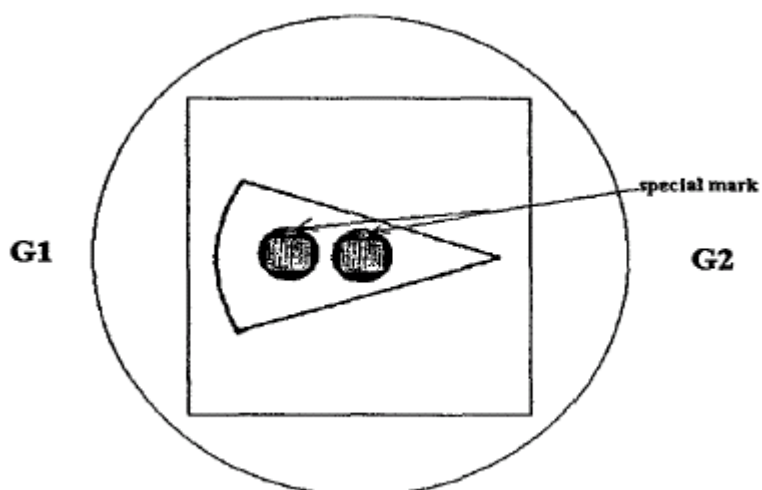

fig.2 顕微鏡下での視野指定用領域とフィルター切片の反転像
- d) 低倍率でスライドを観察する。fig.2 のような上下が反転した視野指定用領域の像が観察される。同領域の上側を示すマークは視野の上方に見える。G1 は左側に、G2 は右側になる。